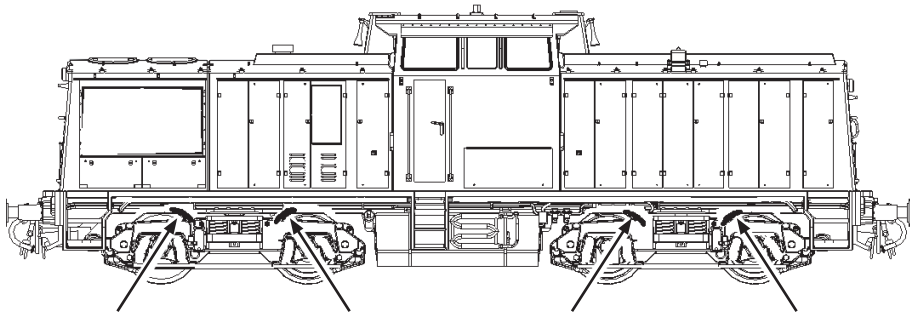
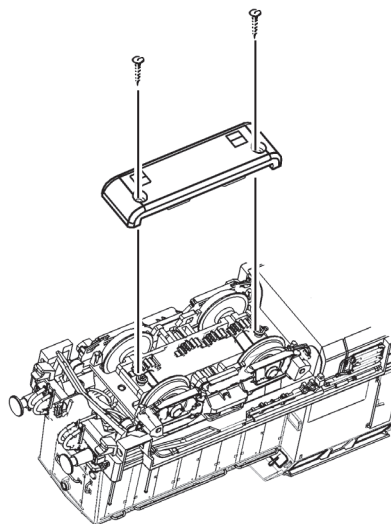

Fig. 7
Fig. 3
2. Schmierung: Versehen Sie die im Schmierplan in Fig. 7 gekennzeichneten Stellen mit nur **kleinen Öltropfen**. Dazu zuerst das Lokgehäuse abnehmen (Fig. 3). Wir empfehlen den **ROCO Öler Art.-Nr. 10906**. Fürs Schmieren der Getriebeteile (Zahnräder, Schnecke) empfehlen wir das **ROCO-Spezialfett Art.-Nr. 10905**. Im Falle der Schmierung diese Teile **nicht ölen**.
Mehrzugbetrieb: Zuerst Lokgehäuse abnehmen (Fig. 3). Danach den Brückenstecker aus der Schnittstelle entfernen (diesen sorgsam aufbewahren). Danach den Stecker des Decoders lage-richtig einsetzen (Fig. 5).
4. Motorwechsel: Lokgehäuse abnehmen (Fig. 3). Danach wird der Motor ausgebaut.
2. Lubrication: Apply **tiny oil drops** to spots marked in fig. 7. Prior to lubrication dismantle locomotive (fig. 3). We recommend using item no. **10906, Roco oiler**. For lubrication the gearparts (e.g. cogwheels, worm) we would recommend our Roco **special grease** (item no. **10905**).
4. Motor Changing: First remove loco body (fig. 3), and then the motor.
2. Graissage: N'appliquez **qu'une tout petite goutte** aux endroits indiqués par le plan de graissage (fig. 7) après avoir démonté la caisse de la locomotive (fig. 3). Nous vous recommandons **le graisseur à huile Roco réf. 10906**. Pour graisser les engrenages (roues dentées, vis sans fin) nous vous conseillons la **graisse spéciale Roco réf. 10905** pour engrenages en matières synthétiques. Lorsque vous utilisez cette graisse il faut éviter d'huiler ces composants.
4. Remplacement du moteur: Démontez la caisse (fig. 3). Démontez ensuite le moteur.
voir } Fig.3